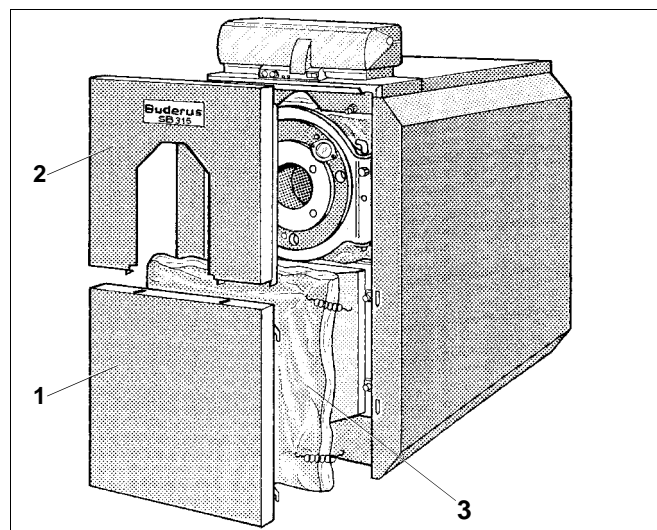

Рис. 28 Чистка (SB315)
- Снимите верхнюю (рис. 28, **поз. 2**) и нижнюю передние стенки (рис. 28, **поз. 1**).
- Снимите нижний теплоизоляционный мат (рис. 28, **поз. 3**).
- Установите нижнюю и верхнюю переднюю стенку котла (рис. 28).